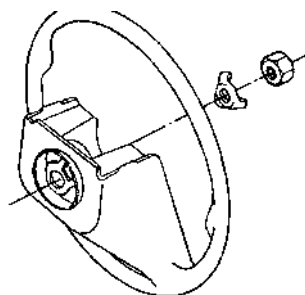

Рис. 6.29.
- отогнув лепестки стопорной шайбы, открутить гайку крепления рулевого колеса и снять стопорную шайбу (рис. 6.29);